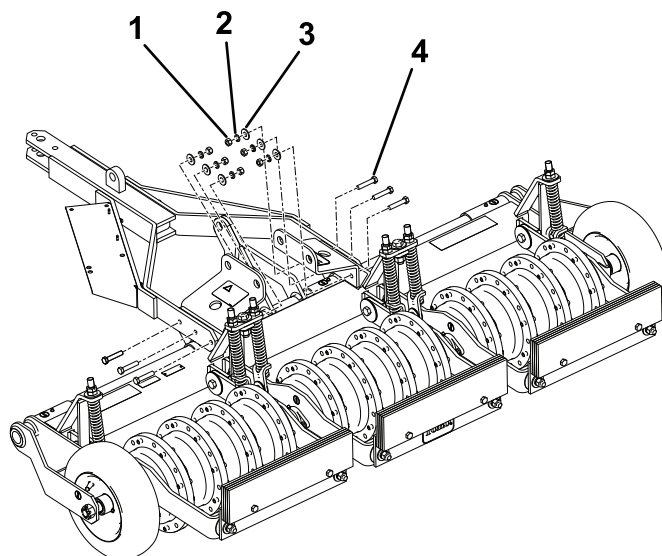

Figura 7
4. Fissate il gruppo timone e le staffe con la bulloneria, come illustrato nella Figura 7 e serrate i dadi a 54–74 N·m.